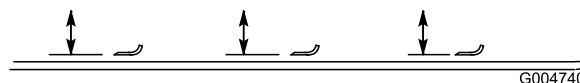

Figura 87
2. Ruotate la lama fino a quando le estremità non sono rivolte in avanti e indietro e misurate la distanza tra l'interno del piatto di taglio e il tagliente sulla parte anteriore della lama (Figura 87).